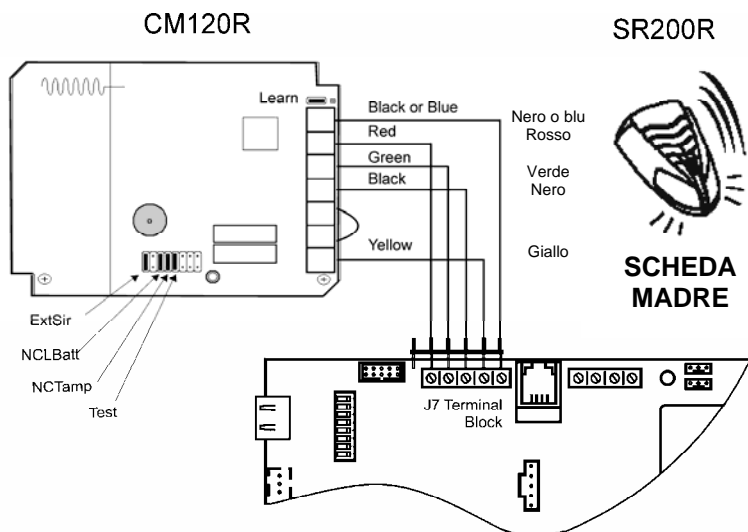

Figura 4: Schema collegamento modulo CM120R
5. Collegare il cavo alla morsettiera J7 sulla scheda principale della centrale – Figura 4.
4. Collegare il cavo alla morsetteria terminale J7 sulla scheda principale della centrale – vedere Figura 4.
La figura 4 mostra i jumper del modulo di comando e lo schema di collegamento alla scheda madre del sistema. Vedere tabelle 2 e 3.
3. Sul modulo di comando, rimuovere tutti i jumper tranne Learn, NCTamp, e NCLBatt -- vedere Figura 4 e Tabella 3;
2. Sul modulo di comando rimuovere il jumper Learn, installare il jumper Test e accertarsi che il jumper ExtSir sia on -- Figura 4 e Tab. 3;
| Nessuna indicazione temper o batteria bassa. | | Controllare il collegamento fra l'uscita relè modulo di comando e la centrale. Se le uscite sono configurate su contatto N.C., controllare che siano installati i jumper NC tamper -- Figura 4 e Tab. 3. |